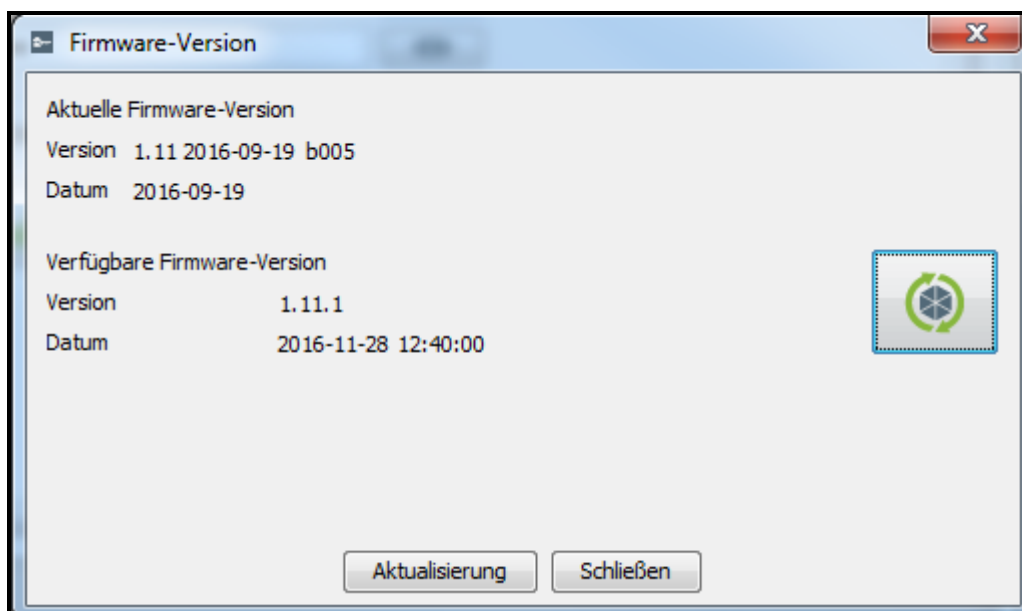

Abb. 12. Fenster zur Aktualisierung der Firmware.
2. Im geöffneten Fenster werden die Daten der aktuellen Firmwareversion des Geräts angezeigt, und die Informationen zu der neuen, vorhandenen Version mit der Liste der Änderungen, die in dieser eingeführt wurden (siehe: Abb. 12).